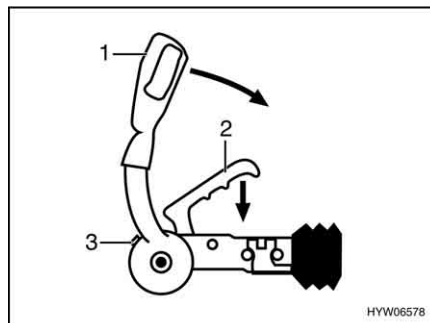

Bild 3 Säkerhetskoppling AKS 3004
- Drag upp stabiliseringsstången (Bild 3,1) till stoppläget.
- Drag upp kopplingshandtaget (Bild 3,2).
- Gör en visuell kontroll: Säkerhetsindikatorns gröna cylinder (Bild 3,3) måste synas.
- Aktivera stabiliseringsanordningen. Tryck ned stabiliseringsstängan (Bild 3,1) till stoppläget.